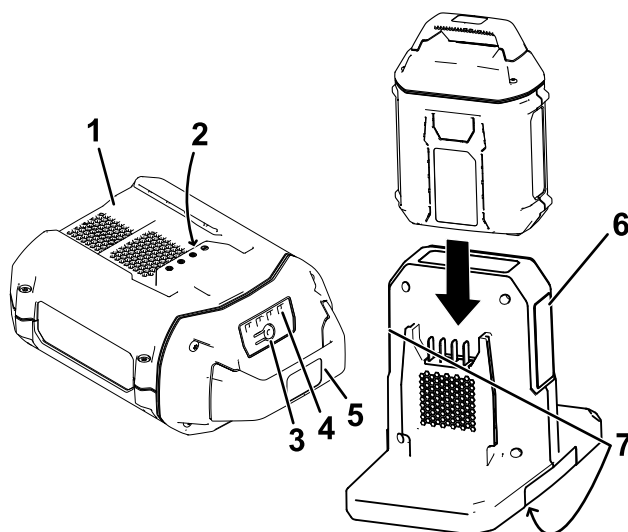

Figura 3
2. Alinee el hueco de la batería (Figura 3) con la lengüeta del cargador.
3. Introduzca la batería en el cargador hasta que esté completamente asentada (Figura 3).